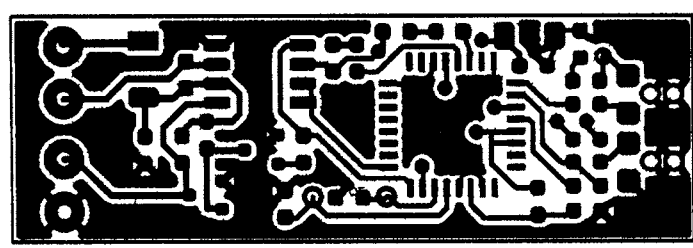
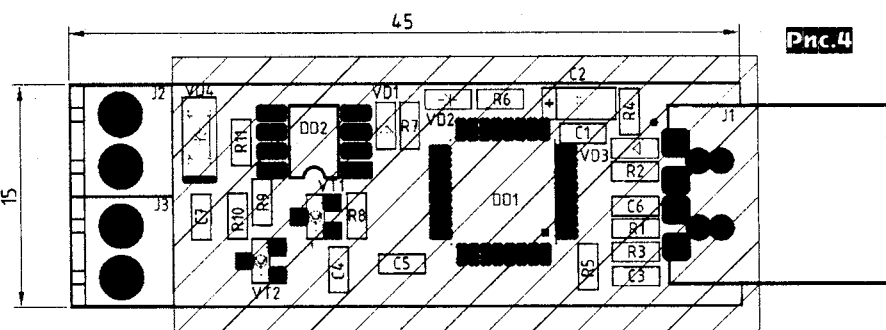

Рис. 3
Рис. 4
Конструкция. Устройство выполнено на печатной плате размерами 45x15 мм. Её рисунок приведен на **рис. 3**, а расположение элементов на **рис. 4**.
Схемотехнические особенности. Во-первых, уменьшены сопротивления резисторов R3, R9, поскольку МК(2) питается от 3,3, а не от 5 В, как на рис.4 (РХ2/2008). Во-вторых, удалены стабилитроны на информационных входах разъема USB. Их функцию выполняет стабилизатор DA2. В третьих, изменена нумерация выводов для подключения сигналов USB и кнопки SB1 к МК(2), чтобы адаптироваться к «чужому» программному обеспечению. В четвертых, вводятся токоограничивающие резисторы R2, R4, R5 для согласования логических уровней 5/3,3 В по аналогии с [2].